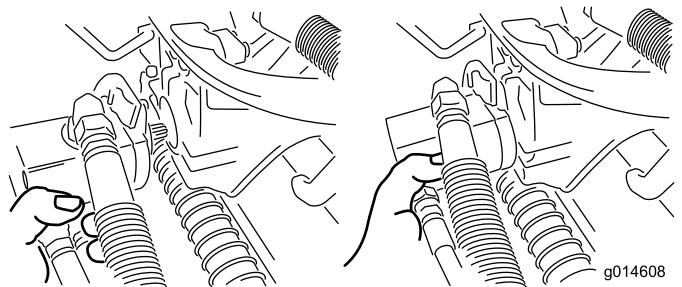

Figura 51
- Spostate il motore in posizione di stoccaggio davanti al braccio di sospensione (**Figura 51**).